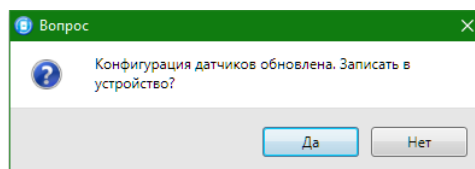

Рис. 4.5. Окно *Вопрос*
7. В случае успешного поиска считывателя откроется окно *Вопрос* (рис. 4.5). Нажмите кнопку *Да*, чтобы записать обновившуюся конфигурацию радиоустройств в контроллер.